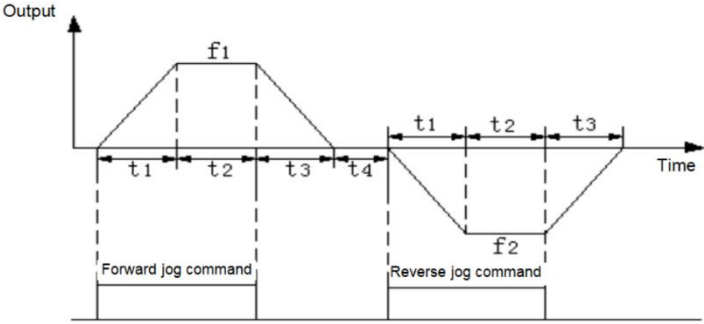

Figura 01-3 Diagrama de operación Jog
01.09~01.12 define los parámetros relevantes durante la operación jog. Como se muestra en la Figura 01-3, t1 y t3 son los tiempos reales de aceleración y desaceleración; t2 es el tiempo de jog; f1 es la frecuencia de operación jog directa (01.09); f2 es la frecuencia de operación jog inversa (01.10). El tiempo real de aceleración jog t1 se determina de acuerdo con la siguiente fórmula: